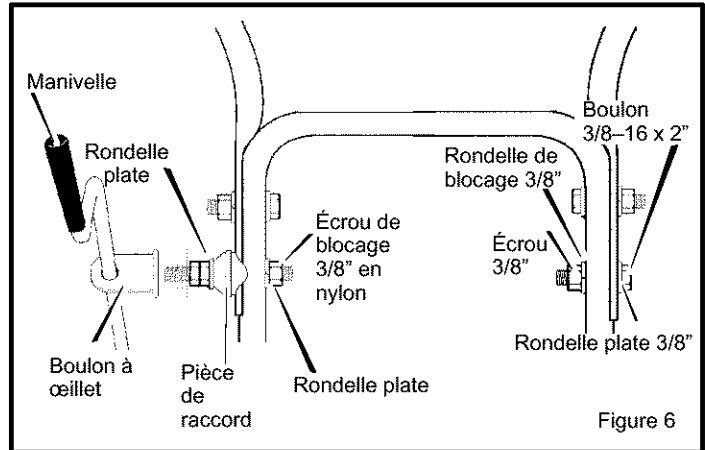

Figure 6
3. Installer les pièces fournies dans le sac (vis, rondelle plate, rondelle de blocage, écrou hexagonal) dans l'orifice droit du bas de la poignée supérieure (voir Figure 6). Ne visser qu'une fois que tous les boulons sont en place.
5. Faire passer le boulon à œillet à travers l'orifice inférieur de la poignée gauche. (Voir Figure 6).
6. Installer la rondelle plate 3/8" et l'écrou de blocage 3/8" en nylon. (voir Figure 6).